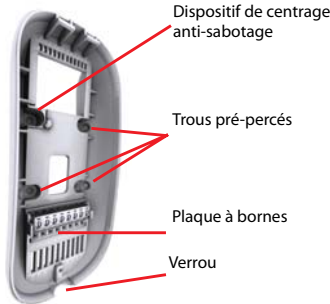

Figure 3 – Plaque arrière de la caméra HD77
- Passer le câble par le bas du boîtier de la charnière (3), par la charnière (4) et la platine d'adaptation (5).
- Déterminez l'angle de la caméra HD77 et réglez-le. Pour cela, montez l'équerre (6) sur la platine d'adaptation, insérez une vis à tête plate #6-32 à travers l'équerre et la platine, et fixez-les à la charnière.
- Fixez la plaque arrière de la caméra HD77 (7) au support pivotant, avec une vis dans chaque trou pré-percé et une dans le trou de centrage anti-arrachement (voir la figure 3).